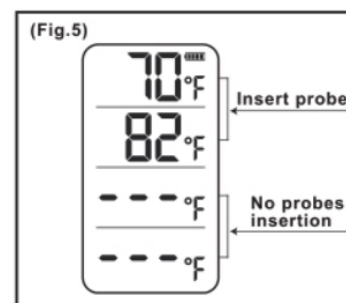

Abbildung 5: Grillthermometer Bildschirm
- Wenn keine Sonde eingesteckt ist, zeigt der Bildschirm „---“ an (Abb. 5).